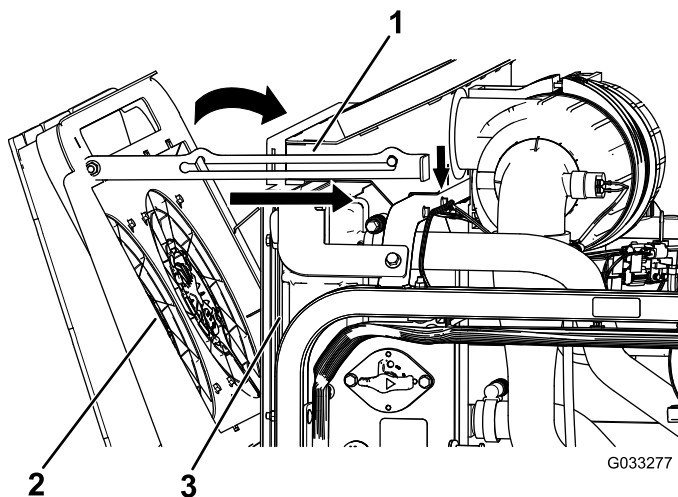

Рисунок 121
4. Поверните вентиляторы охлаждения двигателя вперед и зафиксируйте опорную стойку в выемке (Рисунок 121).